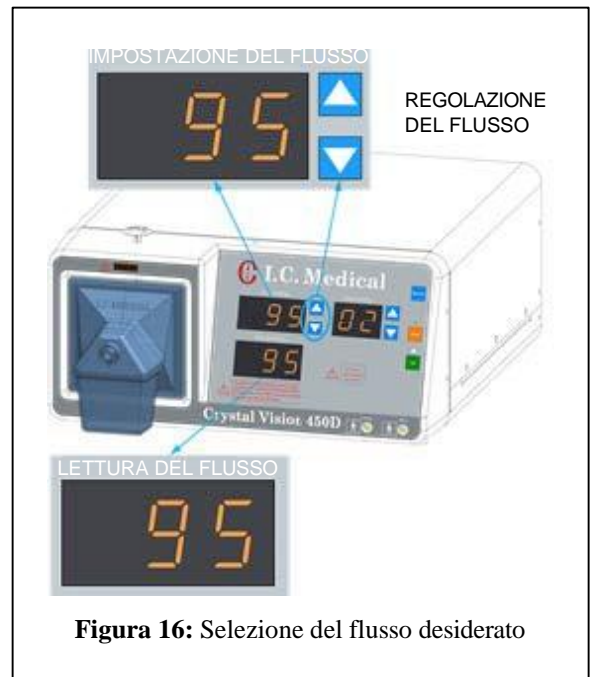

Figura 16: Selezione del flusso desiderato
8. I pulsanti di controllo per l'IMPOSTAZIONE DEL FLUSSO (Figura 16) impostano il flusso massimo desiderato dal chirurgo. Questo valore è indicato nel display IMPOSTAZIONE DEL FLUSSO.
9. La LETTURA DEL FLUSSO (Figura 16) registra la quantità di gas e vapore che effettivamente fluisce in un dato momento. Questo valore dovrebbe essere zero quando la pompa a vuoto è spenta.